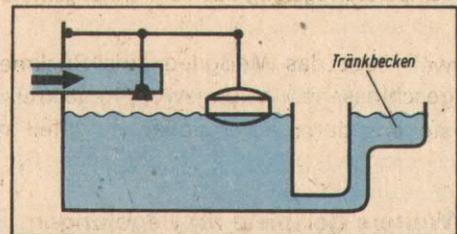

Bild 75/1 Selbsttränke
2. Lösungsvariante: Selbsttätige Regelung ohne Hilfsenergie. Die Tränke befindet sich in einer bergigen Gegend, so daß durch Anzapfen einer Quelle mit einem Rohr das Wasser frei zuläuft. Um Wasser zu sparen, da es noch für andere Zwecke benötigt wird, entscheidet man sich für eine Regelung mit einer Konstruktion, die in Bild 75/1 dargestellt ist.
Bild 75/1 stellt die Regelung bei erreichtem Sollwert dar. Wenn die Tiere trinken, sinkt der Schwimmer, und das kegelförmige Ventil läßt Wasser nachfließen, bis der Schwimmer beim Erreichen der gewünschten Wasserhöhe das Ventil wieder schließt.